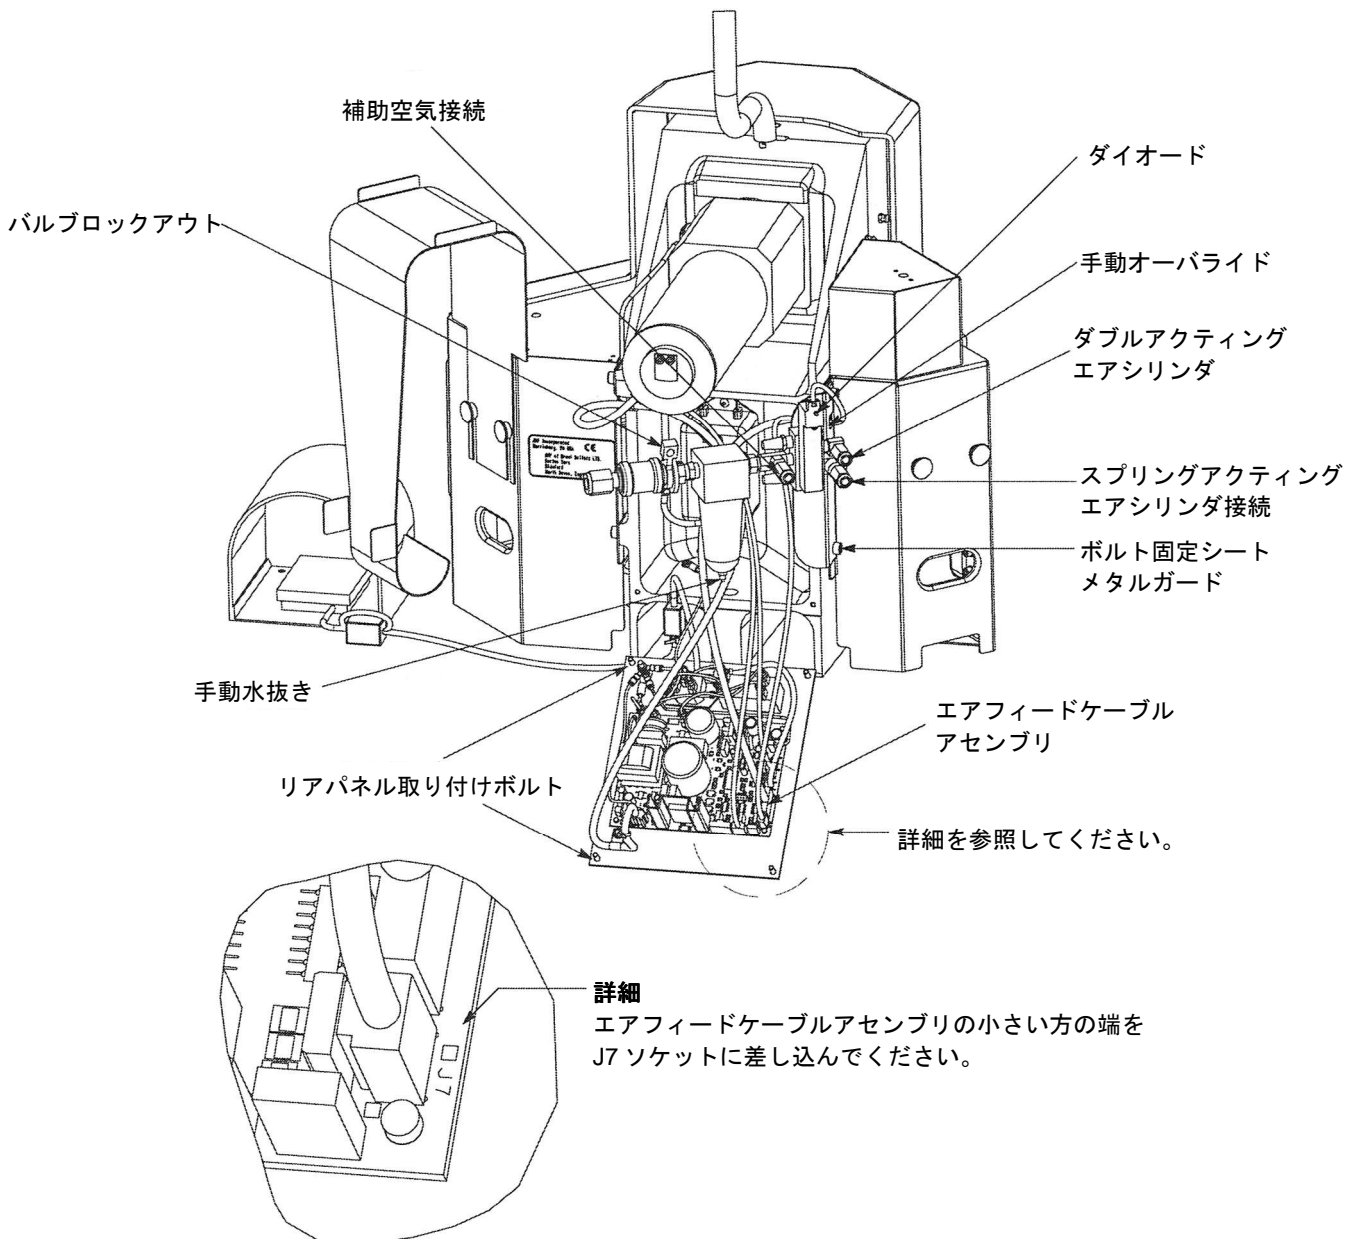
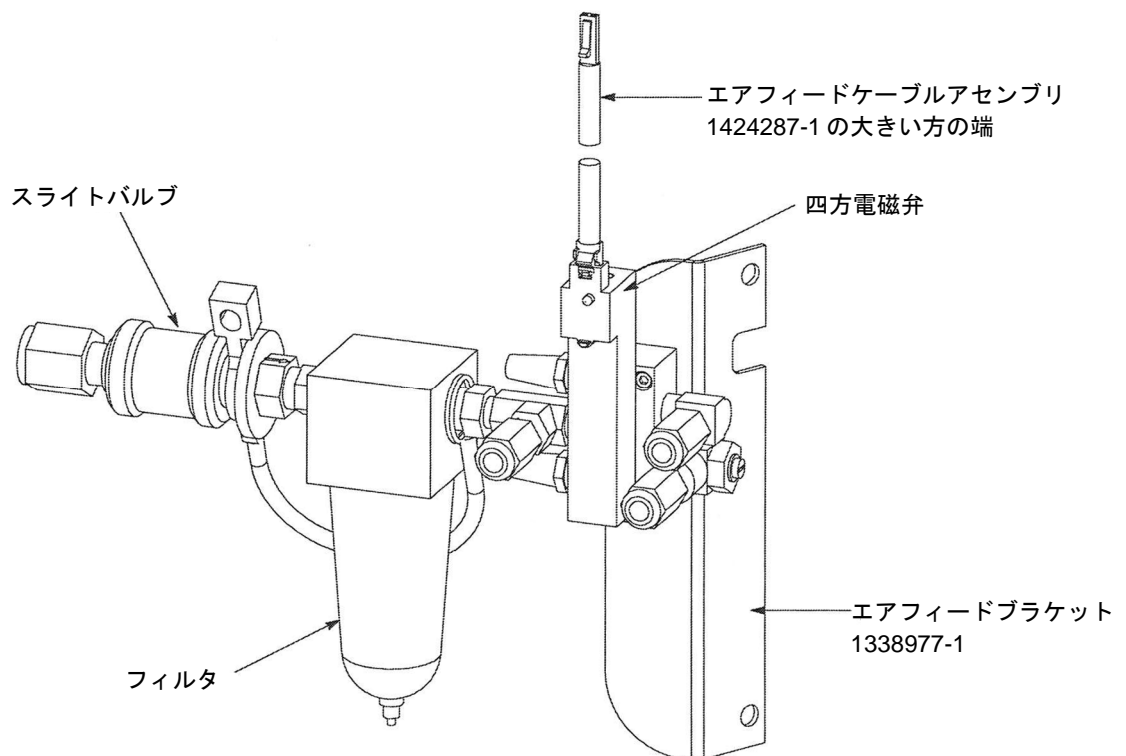

Fig. 19
Fig. 20
1. リアコントロールパネルをフレームに固定している 4 本のボルトを取り外してください。Fig. 19 を参照してください。
3. エアフィードケーブルアセンブリの小さいほうの端（顧客図面 1424266 を参照）を J7 ソケットに差し込んでください。Fig. 19 の詳細を参照してください。
4. エアフィードケーブルアセンブリをマシンフレームの右上のスロットに通してコントロールパネルをマシン内に取り付けてください。Fig. 19 を参照してください。
6. シートメタルガードを固定している 2 本のボルトを使用してエアフィードブラケット 1338977-1 をフレーム (Fig. 20) に取り付けてください (Fig. 19)。
9. Fig. 19 に示されているようにエアラインを適用可能なポートに接続してください。
10. スライトバルブ(Fig. 20)をフィルタの方に動かしてエアを「オン」にしてください。
11. エアを「オフ」の位置にロックし、Fig. 19 に示されているようにバルブロックアウトを正しい位置にクランプで固定してください。